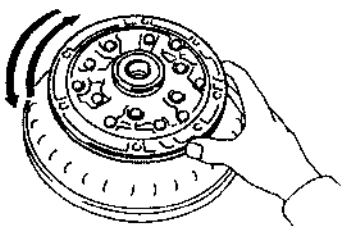

图 4.39 油泵性能的检查
- ① 在油泵前端盖上装入新的油封。
- ② 更换所有的 O 形密封圈，并在新的 O 形密封圈上涂液压油。
- ③ 按分解时相反的顺序组装油泵各零件。
- ④ 按照对称交叉的顺序，依次拧紧油泵盖螺栓，拧紧力矩为 $10\text{N} \cdot \text{m}$ 。
- ⑤ 在油泵后端轴颈上的密封环槽内涂上凡士林，安装新的密封环。
⑥ 检查油泵运转性能：将组装后的油泵插入变矩器中，转动油泵，油泵齿轮转动应平顺，无异响，如图 4.39 所示。